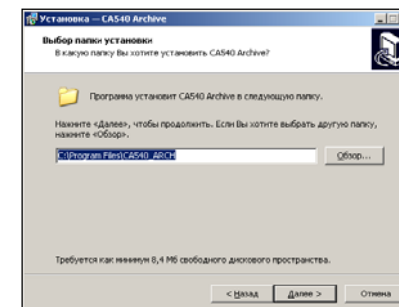

Рисунок 8.13
2) Определить место размещения ПО, для чего в окне (рисунок 8.13) следует либо согласиться с предлагаемой по умолчанию папкой C:\Program Files\Компаратор CA540_PC, либо выбрать другой вариант, щелкнув по кнопке **Обзор**. Для продолжения выполнения установки программы щелкнуть по кнопке **Далее >**.